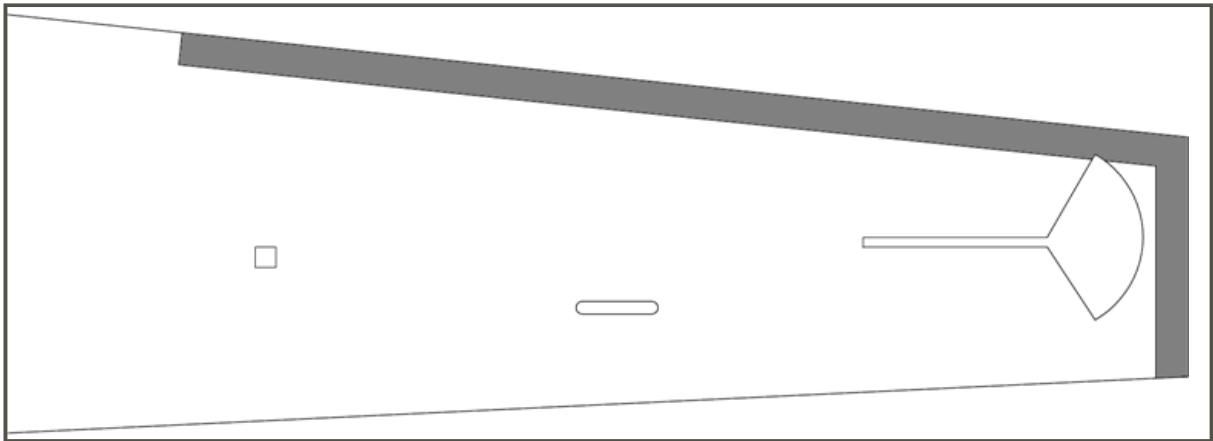

Figura 13 - Riferimento smussatura fusoliera
- Utilizzando carta vetrata applicata su un blocco di levigatura piatto, carteggiare una leggera smussatura lungo i lati della fusoliera (C1 e C2) nell'area contrassegnata in grigio nella Figura 13. L'obiettivo qui è toioaumentare tluibondingunreawsenzamakingtlui lati risultanti troppo sottili. Per la parte superiore si mira a uno smusso che riduca il bordo della fusoliera da 2 mm a 1 mm guadagnando da ½ "a ¾" in profondità. Per la parte posteriore della fusoliera carteggerai leggermente meno, devi ridurre lo spessore da 2 mm a 1,5 mm guadagnando circa ¼" a ½" in profondità.